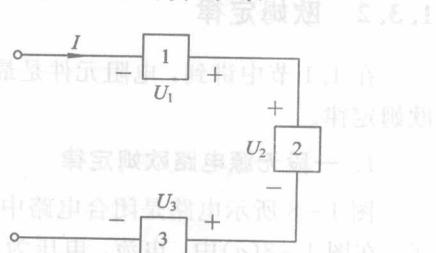

图 1-7 各元件电压、电流的关联参考方向
**【例 1.1】** 在图 1-7 中，方框代表电源或电阻，各电压、电流的参考方向均已设定。已知  $I=2 \text{ A}$ ,  $U_1=-2 \text{ V}$ 。
(1) 求元件 1 的功率  $P_1$ ，并说明是吸收功率还是供出功率。
(2) 元件 2 供出功率 10 W，元件 3 吸收功率为 12 W，求  $U_2$  和  $U_3$ 。
**【解】** (1) 由于元件 1 的电压、电流为非关联方向，故